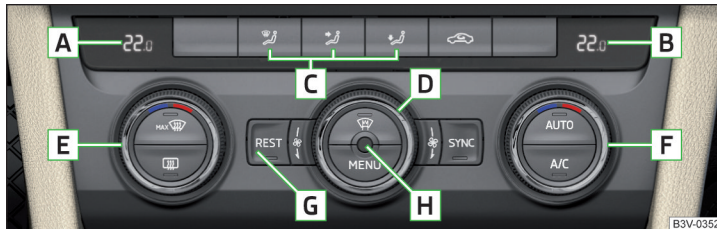

Abb. 148 Bedienelemente vorn
Einzelne Funktionen lassen sich durch Drehen des Drehreglers oder Drücken der jeweiligen Taste einstellen bzw. einschalten » Abb. 148.
Den Innenraumtemperatursensor **H** » Abb. 148 nicht überdecken - die Funktion der Climatronic könnte beeinträchtigt werden.
- Zum **Einschalten** die Taste **AUTO** » **Abb. 148 auf Seite 119** drücken.